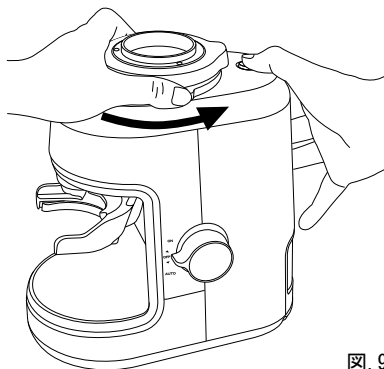

図. 9
3. グラインドカートリッジを取り外してください。取り外すには、本体上部にある「RELEASE」ボタンを押したまま、カートリッジのグリップタブを反時計回りに回してください。(図. 9参照)